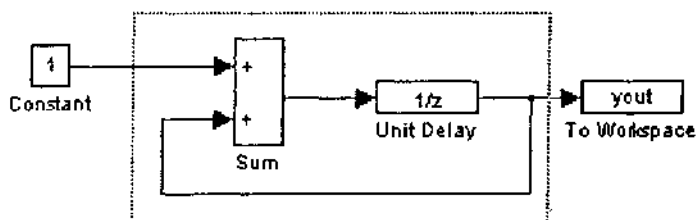

图 6-49
(1) 用定义一个方框的办法选中用户需要变成一个子系统的模块和连线,其详细方法可参见 6.3.1 之二中的(2)“用方框选择一个以上对象”。注意不能用逐个选中它们的办法来对这些模块创建子系统。例如,图 6-49 这个模型代表一个加法器,其中在方框中的 Sum 模块和 Unit Delay 模块被选中。